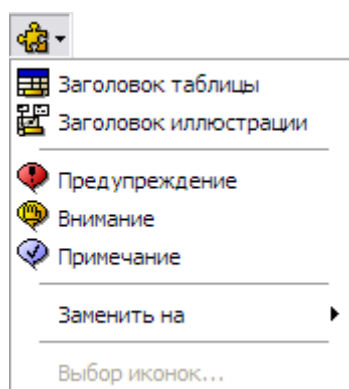
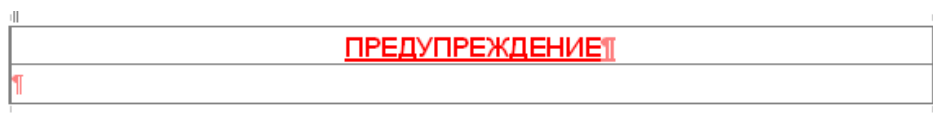

Рис. 3.97
Рис. 3.98
Для вставки в документ стандартных элементов используйте выпадающее меню инструмента **Стандартные элементы** , который находится на панели инструментов **Объекты** (Рис. 3.97).
3. На панели инструментов **Объекты** из выпадающего меню инструмента **Стандартные элементы**  выберите элемент **Предупреждение** (Рис. 3.97). При этом в документе появится таблица (Рис. 3.98).